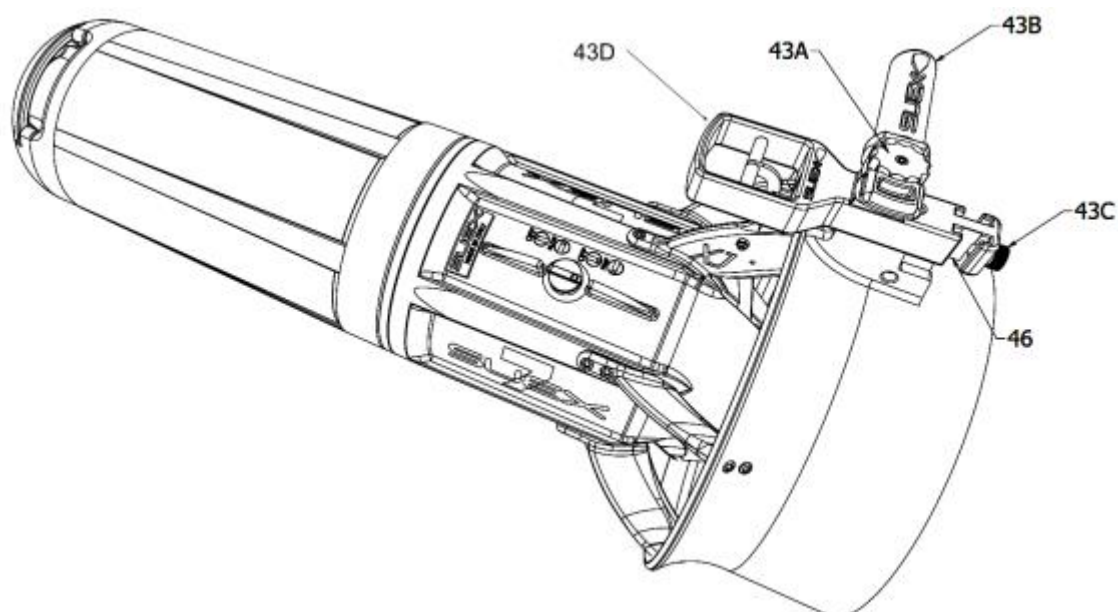

Fig.4 - Impugnatura girevole
Nel dispositivo di comando (Fig.4) troviamo: il grilletto (43D), una maniglia (43B) un pomolo di fissaggio (43A), e una relativa vite di blocco pomolo, un pomolo di fissaggio accessori (43C), due sedi per accessori (46).
Per quanto riguarda l'utilizzo, l'impugnatura può essere posizionata a destra come nella foto (Fig.4) o a sinistra.